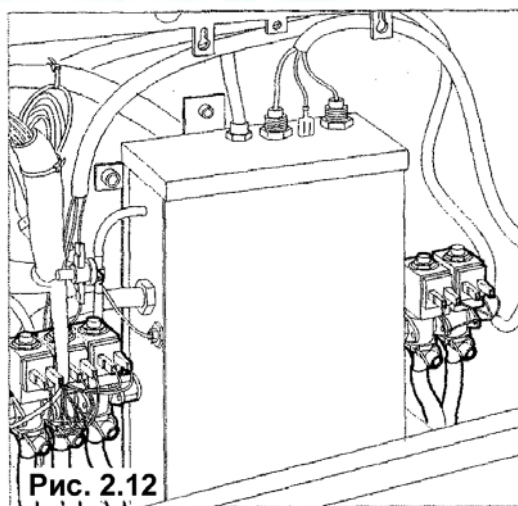
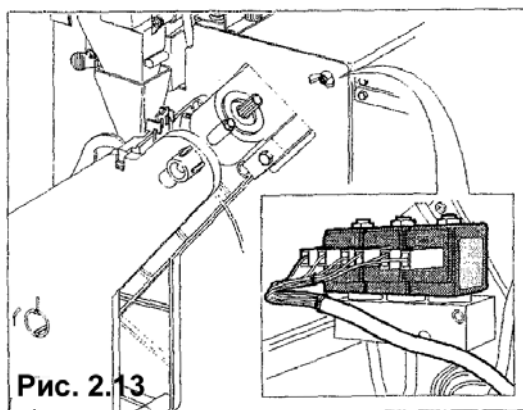

Рис. 2.12
Рис. 2.13
- Электроклапан, расположенный на баке для горячей воды для приготовления смесей (рис. 2.12) или на баке для горячей воды для приготовления кофе (рис. 2.13), срабатывает, чтобы ввести в миксер запрограммированное количество воды (в соответствии с моделью): один бак для горячей воды, два бака для горячей воды или только растворимые напитки.